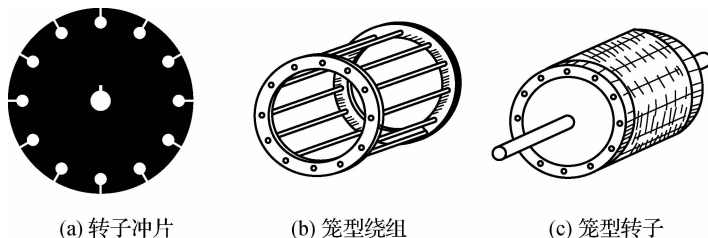
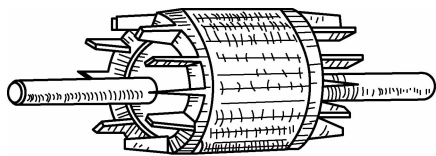

图 3-18 笼型转子绕组
图 3-19 铸铝转子
(1)转子铁心。转子铁心构成电动机磁路的一部分,铁心槽内嵌放绕组。转子铁心一般也由0.5 mm厚的彼此绝缘的、导磁性能较好的硅钢片叠压而成,如图3-18所示。转子铁心固定在转轴或转子支架上。
①笼型转子。在转子铁心的每个槽中插入一根裸导条,在铁心两端分别用两个短路环把导条连接成一个整体,绕组的形状如图3-18(b)所示。如果去掉铁心,绕组的外形像一个鼠笼,故称为笼型转子。中小型电动机的笼型转子一般用熔化的铝浇铸在槽内而成,称为铸铝转子,如图3-19所示。在浇铸时,一般把转子的短路环和冷却用的风扇一起用铝铸成。